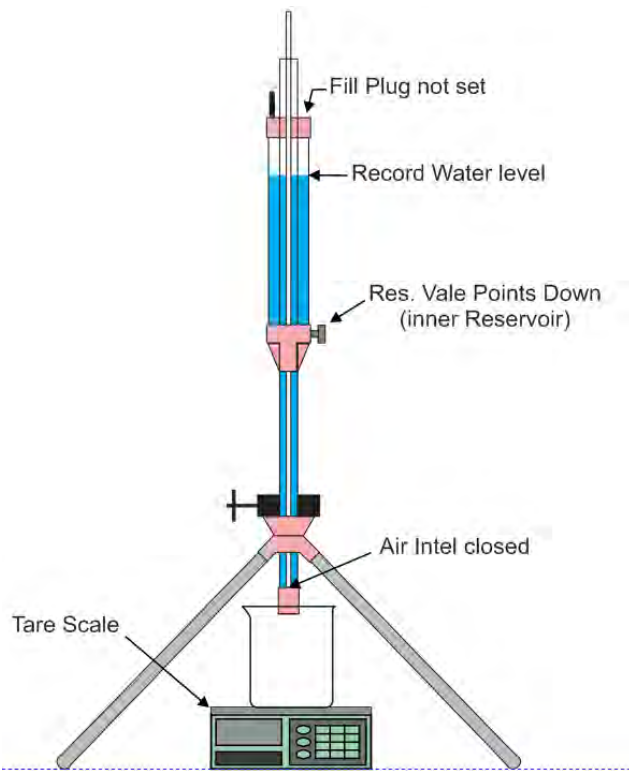

Fig. 39
- Tare (zero) the Digital Scale (Fig. 39).